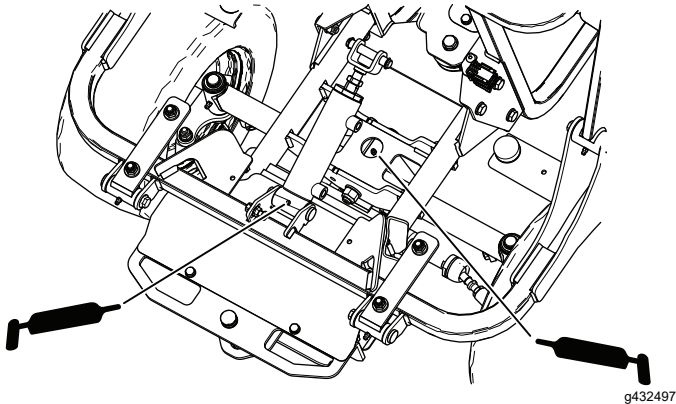

Bild 46
- Zylinderdrehzapfen der Fangbox und Drehzapfen der Hinterachse (Bild 46)